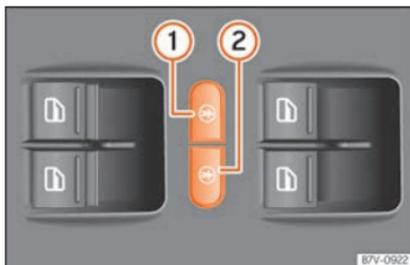

Fig. 138 Sur la porte du conducteur : touches de sécurité enfants électrique.
La sécurité enfants électrique empêche l'ouverture et la fermeture des portes coulissantes et des lève-glaces électriques des portes depuis l'intérieur, pour que les enfants n'ouvrent pas de porte pendant la conduite. La touche de gauche »» fig. 138 ① ou de droite ② permet d'activer la sécurité enfant du côté arrière gauche ou droit respectivement.
Activation :	Appuyez sur la touche »» fig. 138 ① ou ②.